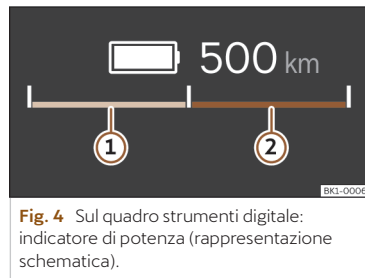

Fig. 4 Sul quadro strumenti digitale: indicatore di potenza (rappresentazione schematica).
Mediante la barra divisa a metà, l'indicatore di potenza mostra in modo permanente la disponibilità del recupero di energia in fase di frenata >>> **fig. 4** ① (verde) sul lato sinistro e la disponibilità di propulsione >>> **fig. 4** ② (blu) sul lato destro.